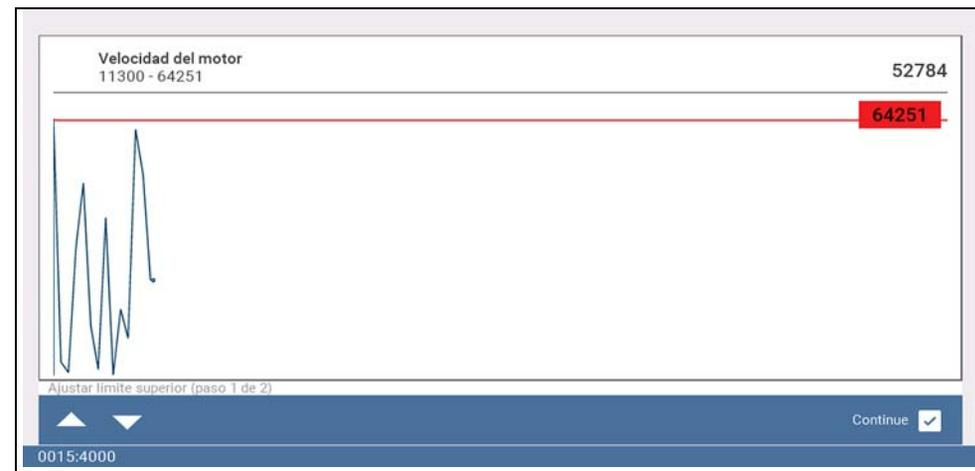

Figura 4-25
Se muestra un gráfico del Identificador del parámetro resaltado y los iconos de configuración (Figura 4-25).
El punto de activación superior debe configurarse primero. Se muestra una línea horizontal roja en el gráfico de datos (Figura 4-25) que representa el punto de activación superior.
- Use los iconos de flecha de la barra de herramientas inferior (Figura 4-25) o los botones de flecha hacia arriba ▲ y hacia abajo ▼ para cambiar la posición del punto de activación superior.